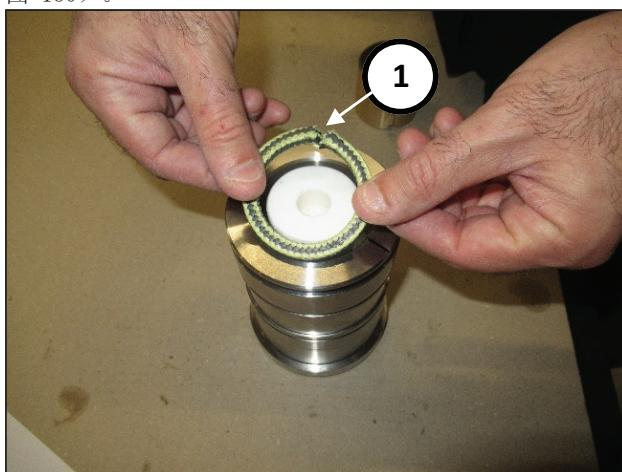

图 180
插入三个KC密封圈, 注意让槽口互相成120°(位置①, 图 180)。